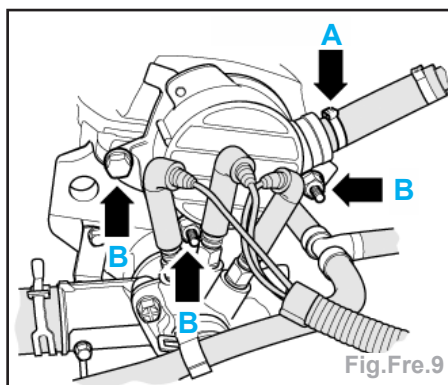

Fig.Fre.9
- Desserrer le collier (A) du flexible de dépression et le débrancher (Fig.Fre.9).
- Enlever les vis (B) allant au flasque de la culasse.